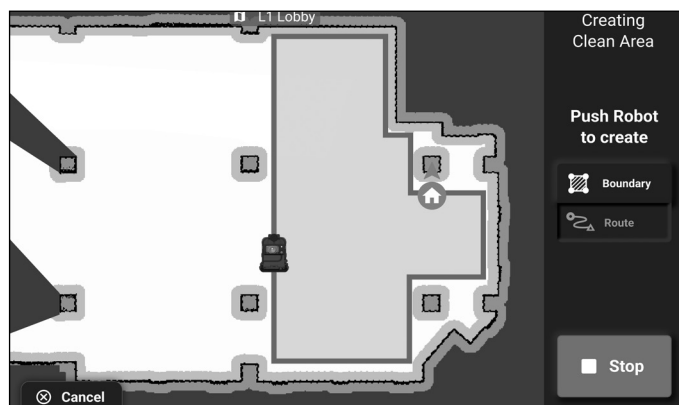

Afbeelding 32
12. Om een reinigingsgebied te maken, selecteert u route of grens (**afb. 32**). Route is handig bij het reinigen van gebieden met grote obstakels, en de grens is handig bij het reinigen van grote gebieden. Druk op 'Start' nadat u de modus voor het toevoegen van reinigingsgebieden hebt geselecteerd.